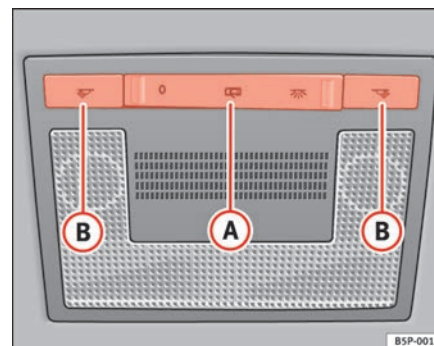

Abb. 81 Dachhimmel:
Drücken Sie die entsprechende Taste ⇒ Abb. 80 (B) und ⇒ Abb. 81 (B), um die Leseleuchte einzuschalten.